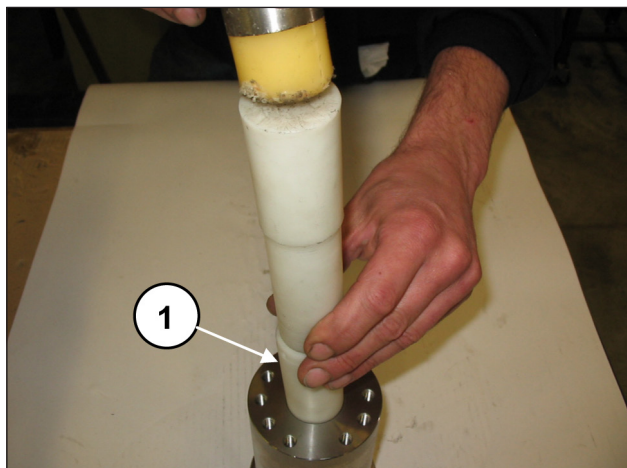
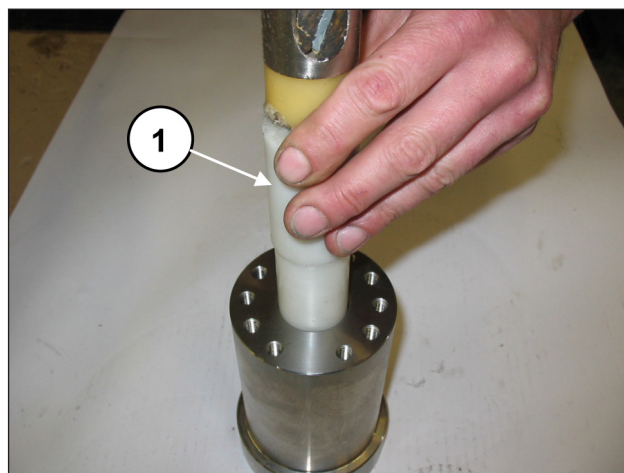

Fig. 130
Fig. 131
⚠ Para um posicionamento axial correto da bússola, use a ferramenta especial (cód. 27911200 para SK20, cód. 27911400 para SK22, cód. 27911500 para SK24, cód. 27911600 para SK26, cód. 27911700 para SK28 e cód. 27911800 para SK30) (pos. ①, Fig. 130 e Fig. 131).